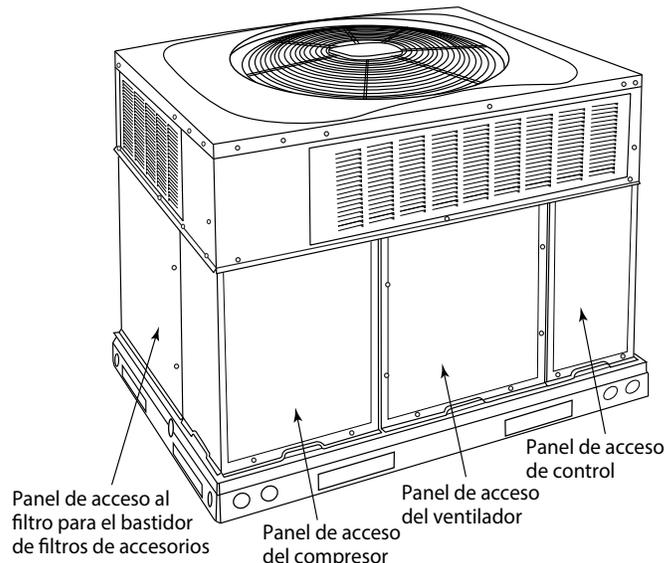
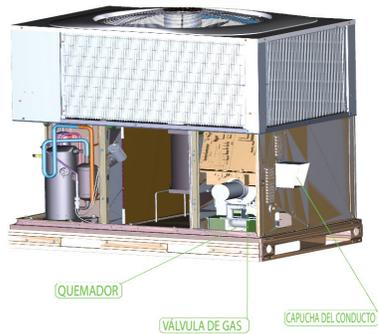
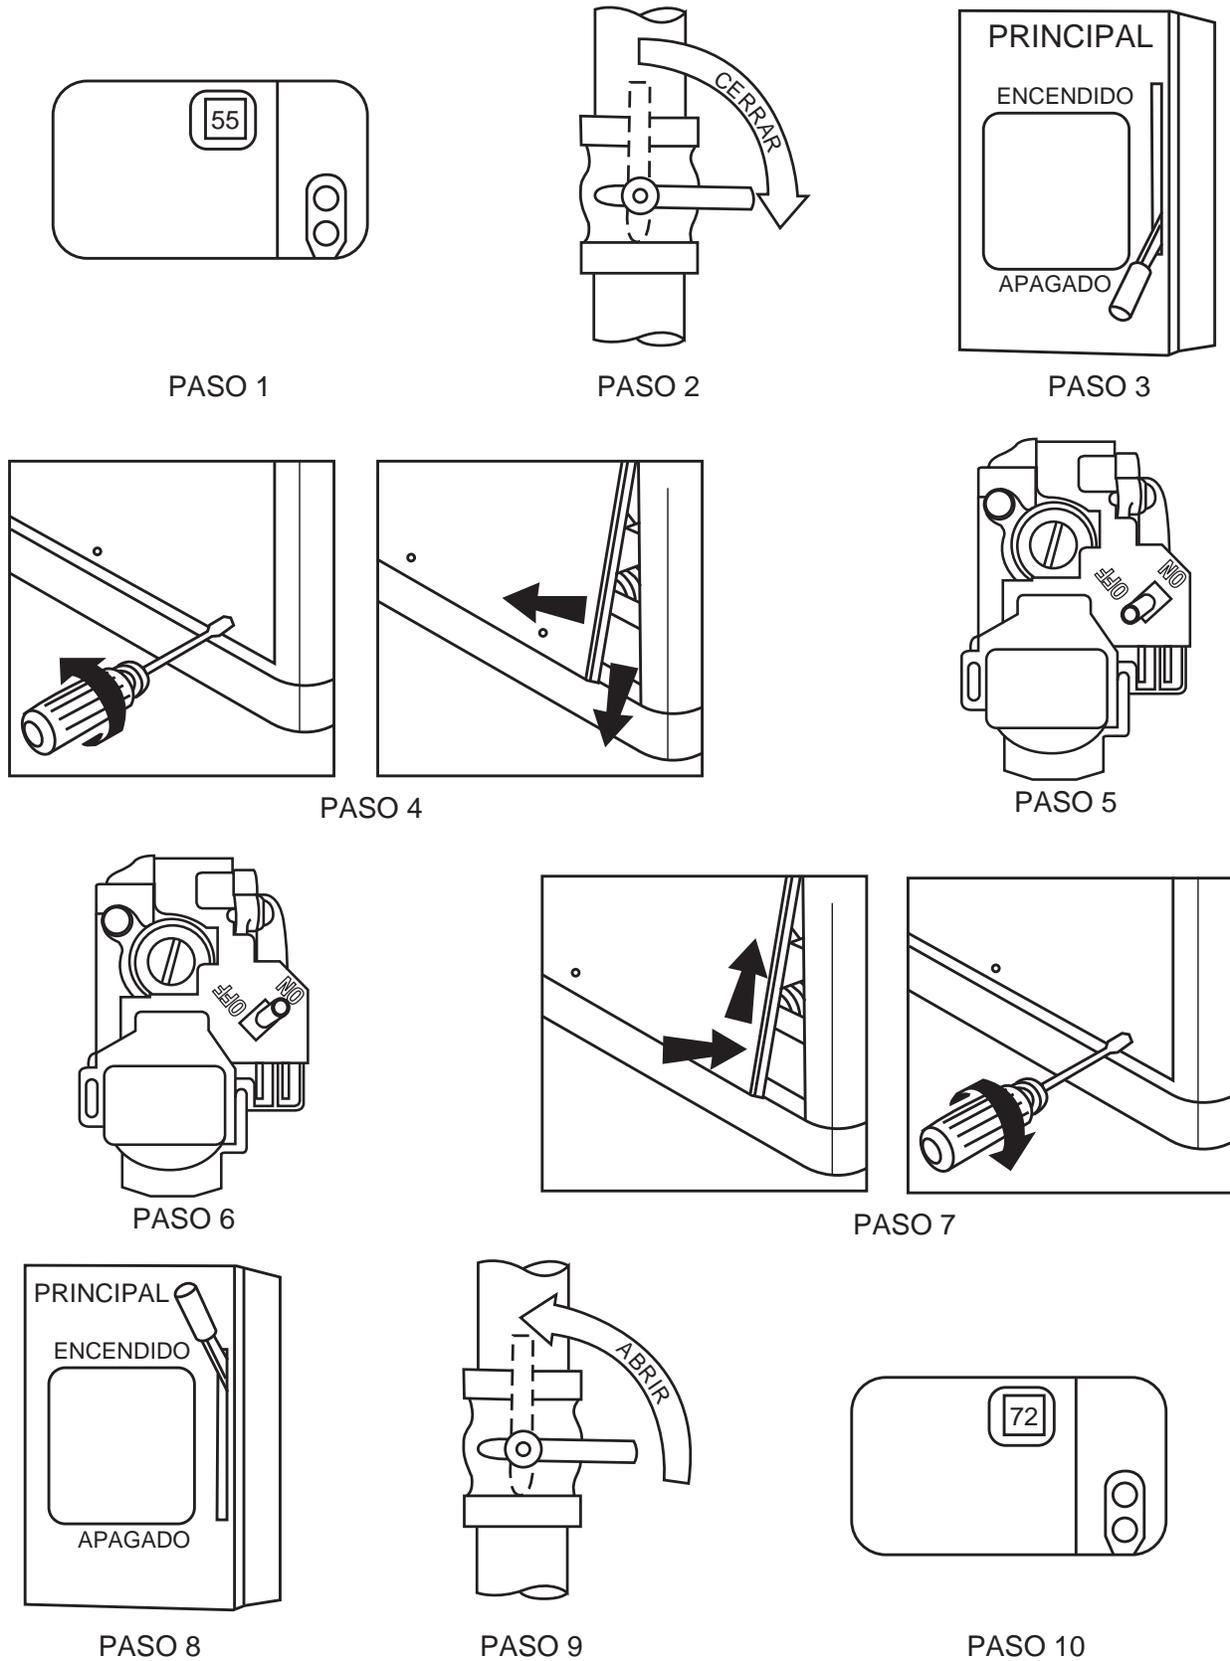

Fig. 2 – Panel de acceso a la unidad
Fig. 3 – Unidad de calefacción a gas/enfriamiento eléctrico sin panel de acceso
Fig. 4 – Para encender la calefacción a gas de la unidad
Consulte la Fig. 2 para conocer la ubicación del panel de acceso frontal de la unidad. Consulte la Fig. 3 para conocer la ubicación de la válvula de gas. Consulte la Fig. 4 mientras continúa con los siguientes pasos.
4. Retire el panel de acceso a los controles con una llave para tuercas de 5/16 in. (Consulte la Fig. 2).
4. Quite el panel de acceso a los controles. (Consulte la Fig. 2).
Para reemplazar o inspeccionar los filtros en el estante para filtros de accesorios (consulte Fig. 2):